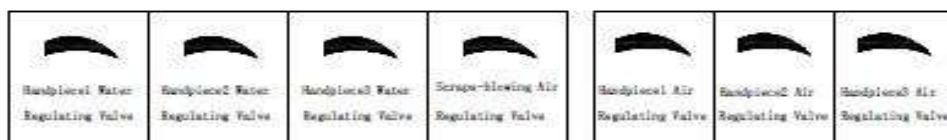

Fig.1
Symbolul de ajustare a aerului piesei de mână este prezentat în Fig. 1, iar simbolul de reglare a apei pieselor de mână este prezentat în Fig.2.
a) Elementele ①, ② și ③ date în Fig.1 și Fig.2 corespund cu elementelor ①, ② și ③ cantitatea de apă de lucru și de aer a piesei de mână din fig.3. Metoda de reglare este: conectați trei piese de mână, așa cum se arată în figură; scoateți oricare piesa de mână și coborâți cele două pedale ale comutatorului, apoi rotiți pentru a regla cantitatea de apă și aer, așa cum sunt indicate de butoanele de pe Fig.1 și Fig.2.
b) Elementul ④ din Fig.1 este utilizat pentru a regla cantitatea de aer suflat la piesa de mână și cantitatea de aer poate fi reglată prin rotirea butonului de indicare a simbolului.